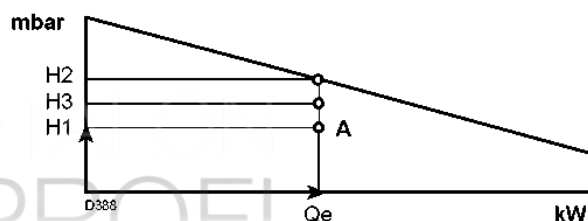

Рис. 40
Точка A должна оставаться в пределах рабочего диапазона (Рис. 40)
- Проведите через точку A вертикальную линию, рисунок 40, и найдите максимальное давление H2 в рабочем диапазоне.